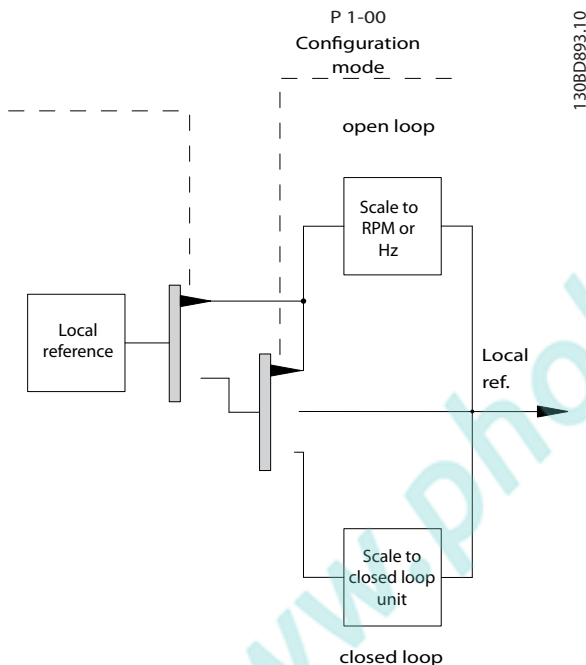

Рисунок 2.11 Ручной режим конфигурирования
- На *Рисунок 2.11* показан ручной режим конфигурирования для местного задания.